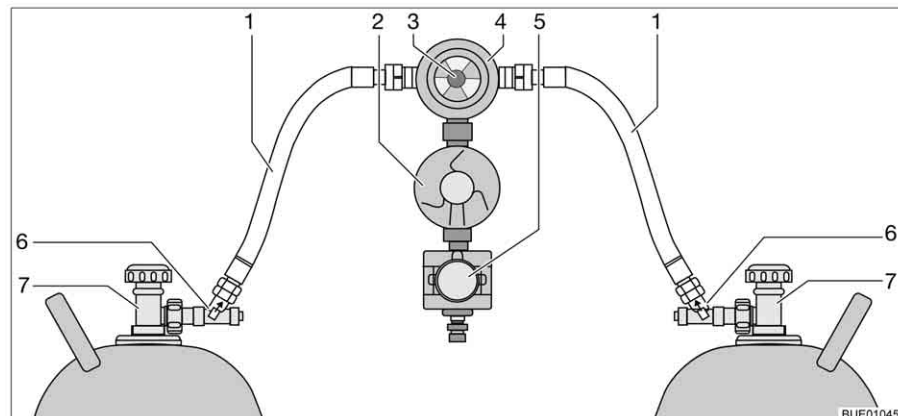

Fig. 160 Sistema de comutação Crash-Protection-Unit
A Crash-Protection-Unit é composta por dois limitadores de débito com dispositivo manual de destrava (Fig. 160,6), uma válvula de comutação (Fig. 160,4) com regulador de pressão (Fig. 160,2), uma válvula elétrica (Fig. 160,5) e uma unidade de comando com LED com três cores. A válvula de comutação está montada entre ambos os tubos do gás (Fig. 160,1).
Com o botão giratório (Fig. 160,3) na válvula de comutação pode determinar-se qual das garrafas de gás é usada como garrafa de serviço e qual é usada como garrafa de reserva.
Na unidade de comando (Fig. 161) só podem ser ligadas as funções elétricas. As válvulas principais de interrupção das garrafas de gás (Fig. 160,7) e os dispositivos de destrava (Fig. 160,6) têm de ser abertos manualmente.
- Abra as válvulas principais de interrupção nas garrafas de gás (Fig. 160,7).
- Prima os dispositivos de destrava (Fig. 160,6) um após outro durante 10 segundos.
- Com o botão giratório (Fig. 160,3) na válvula de comutação (Fig. 160,4) escolha a garrafa de gás de onde deve ser gasto prioritariamente o gás (garrafa de serviço). Rode o botão giratório até ao encosto.
- Feche as válvulas principais de interrupção nas garrafas de gás (Fig. 160,7).